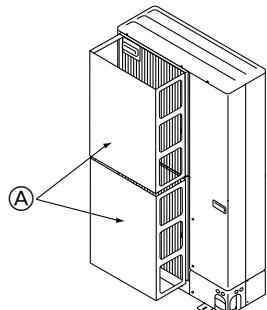

Fig. 2-15
- Installeer een optionele luchtgeleider als het apparaat wordt geïnstalleerd op een plaats waar krachtige windstoten zoals van tyfons, enz. rechtstreeks de luchtauitlaat kunnen binnendringen. (Fig. 2-15)